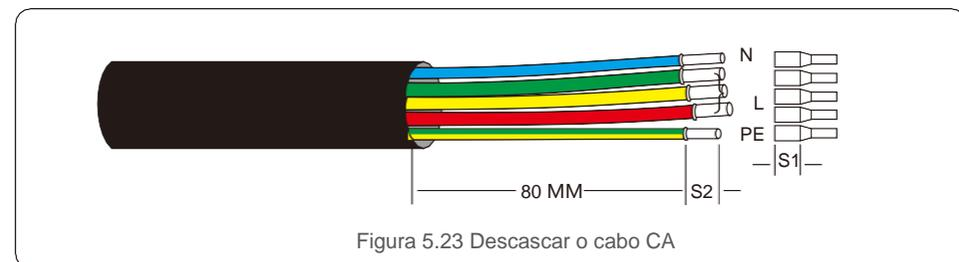

Figura 5.23 Descascar o cabo CA
1. Desencape a extremidade do revestimento isolante do cabo de CA até cerca de 80 mm e depois a extremidade de cada fio (como mostrado na figura 5.23)